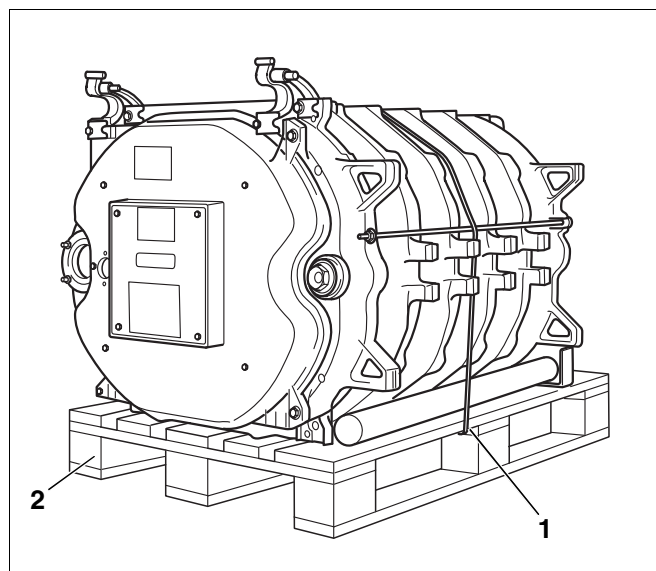

Рис. 18 Блок котла на палете
- Обрезать фиксирующий ремень (рис. 18, поз. 1).
- Перед установкой убрать палету (рис. 18, поз. 2).